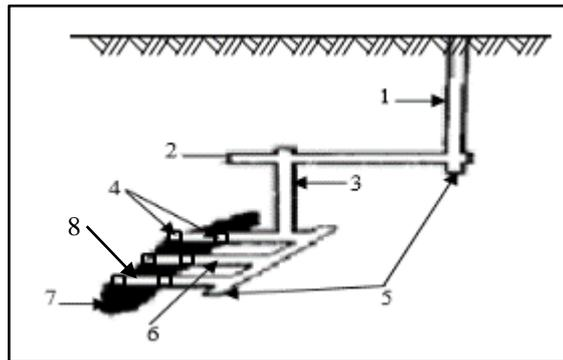

Fig. 1. Divers excavations
- **Puits d'exploitation** (fig.1) est une excavation verticale communiquant au jour et destinées aux services des travaux souterrains. Suivant leur domaine d'utilisation, on distingue le **puits principal** et les **puits auxiliaires**. Le puits principal, on comprend le puits d'extraction, rarement, il est aussi utilisé à d'autres. Les puits auxiliaires sont destinés, en principe, à soulager le puits principal (descente du personnel, montée des roches, montée et descente du matériel et des équipements, aérage et pompage d'eau). En fonction de leur destination première, les puits auxiliaires portent le nom de *puits d'aérage, puits à remblais, ...etc.* le puits se termine au fond, par un **puisard** (fig.1).
- **Puits aveugle** (*fig.1*) est une excavation souterraine verticale, ne possédant pas un orifice avec le jour et destiné aux déplacements du personnel, à la ventilation, à la montée et à la descente des charges.
Une recoupe (fig.1) une excavation souterraine (*incliné ou horizontale*) ne possédant pas de communication directe avec le jour et tracée après la découverte du gîte, pour réaliser la communication entre deux puits voisins, deux galeries ou deux étages et pour assurer la ventilation (*recoupe d'aéragé*).